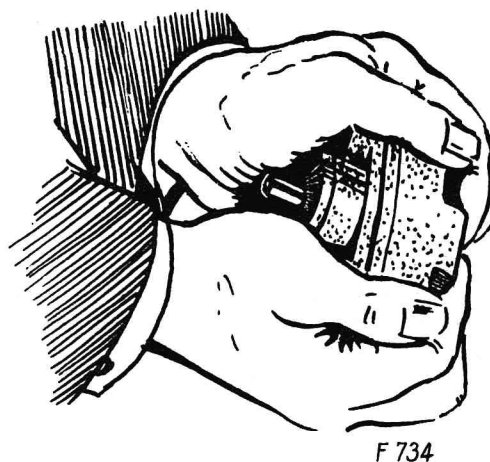

Figure 11
10. Le couvercle mis en place, serrez la pompe comme indiqué sur la figure 11.